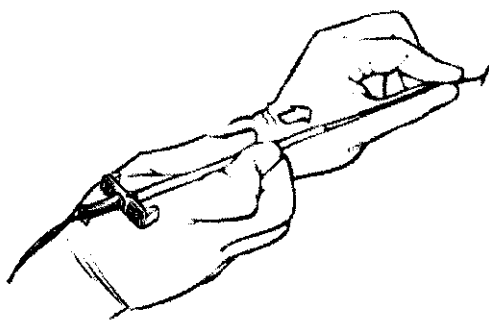

Figura 4. Dilatador de vasos y funda insertados sobre el alambre guía
7. Inserte el dilatador de vasos y la funda, como una unidad, en el extremo proximal del alambre guía y, ejerciendo una presión moderada, vaya introduciéndolos a través de la fascia subclávica en la vena subclavia, hasta que sólo queden visibles de 6 a 8 cm de funda y de dilatador (ver Figura 4).